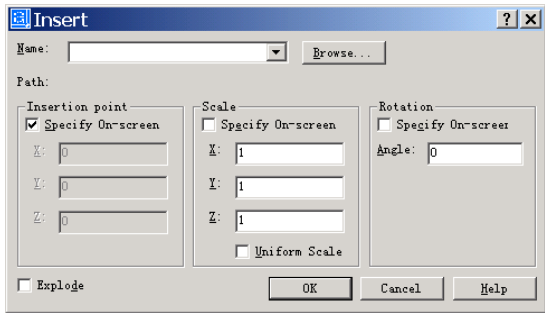

图 31.72 Insert（插入）对话框
(1) 用 INSERT 命令插入底座，输入命令后会弹出如图 31.72 所示的 Insert (插入) 对话框。